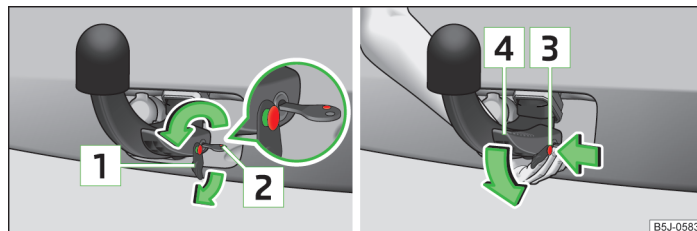

Abb. 106 Bedienungshebel der Kugelstange entriegeln / Kugelstange lösen
- Die Kappe **1** » Abb. 106 vom Schloss der Kugelstange in Pfeilrichtung abziehen.